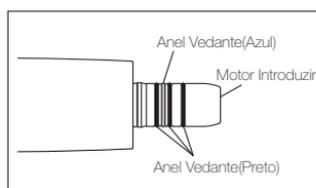

Fig. 8
Substitua os anéis vedantes do motor Fig.8 no caso de existir água no tubo de ar de retorno. Substitua SEMPRE o conjunto completo de anéis vedantes.
- O anel vedante azul é mais fino do que os 3 anéis vedantes pretos, verifique se estão colocados nas ranhuras corretas Fig 8.